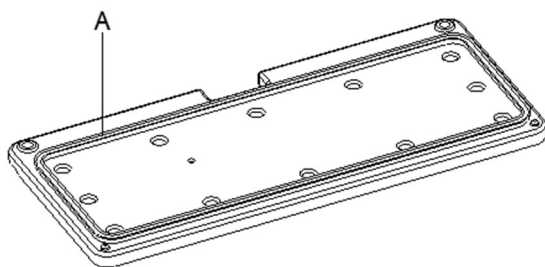

Figura 33
13. Curățați garnitura de cauciuc (A, Figura 33) a capacului și verificați integritatea și eficiența acestuia. Dacă este necesar, înlocuiți-o.